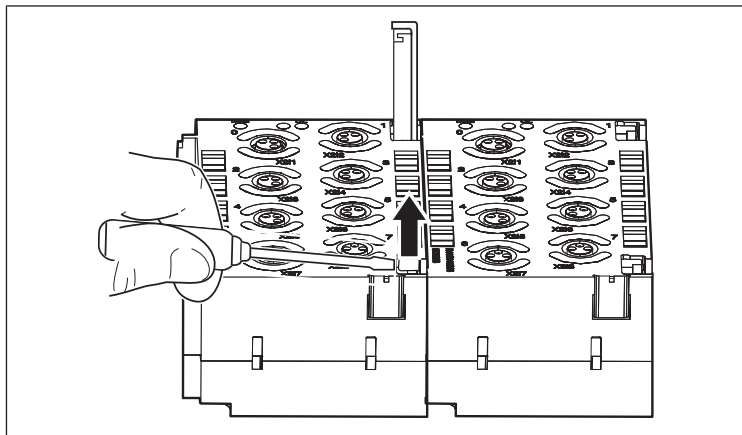

Abb. 6: Federklemmelement lösen und bis zum Anschlag hochziehen
1. Ziehen Sie die beiden Federklemmelemente auf der rechten Seite der zuvor entfernten E/A-Module bis zum Anschlag hoch (siehe Abb. 6: Federklemmelement lösen und bis zum Anschlag hochziehen).
- Lösen Sie z. B. mit einem Schraubendreher alle erforderlichen Federklemmelemente und ziehen Sie diese bis zum Anschlag hoch (siehe Abb. 6: Federklemmelement lösen und bis zum Anschlag hochziehen).
- Ziehen Sie die beiden Federklemmelemente am neuen E/A-Modul bis zum Anschlag hoch (siehe Abb. 6: Federklemmelement lösen und bis zum Anschlag hochziehen).
- Lösen Sie z. B. mit einem Schraubendreher die Federklemmelemente zwischen E/A-Modul und linker Endplatte und ziehen Sie die beiden Federklemmelemente bis zum Anschlag hoch (siehe Abb. 6: Federklemmelement lösen und bis zum Anschlag hochziehen).